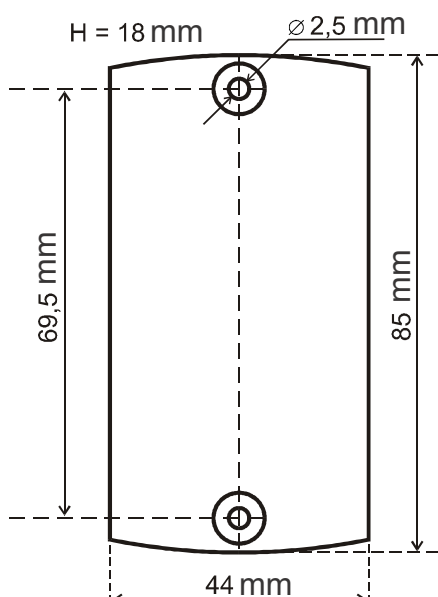

Abb. 1 Abmessungen des Lesegeräts.
- Zeichnen Sie die Befestigungslöcher an und bohren Sie sie (Abb. 1).